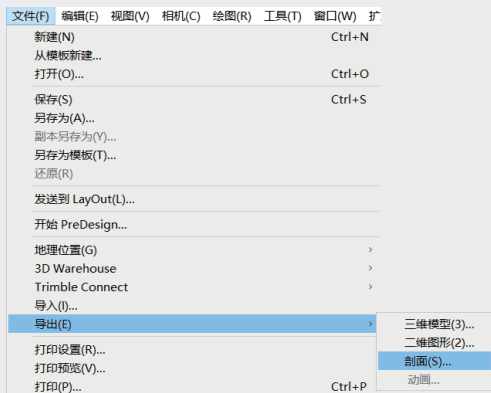

图3-176
- 01 打开配套资源中的“第3章\3.4.3导出室内剖面.skp”素材文件，执行“文件”|“导出”|“剖面”命令，如图3-176所示。